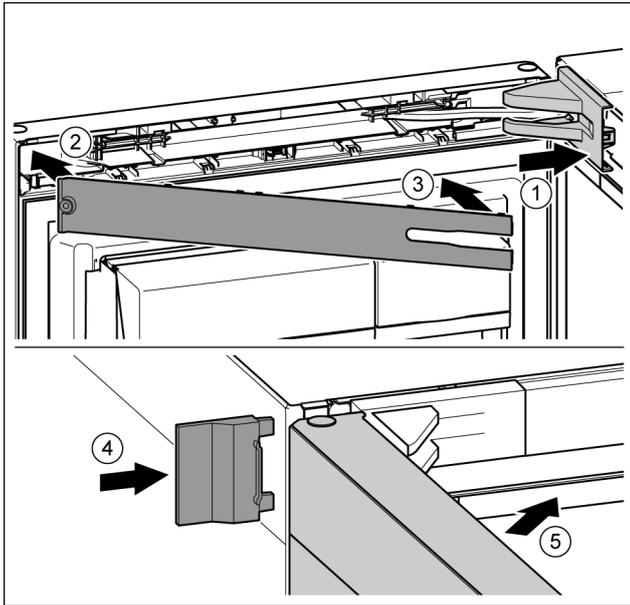

Fig. 23
- ▶ Applicare la copertura del blocco di supporto e inserirla a scatto, se necessario allontanarla con attenzione. Fig. 23 (1)
- ▶ Applicare la mascherina. Fig. 23 (2)
- ▶ Orientare verso l'interno la mascherina e innestare. Fig. 23 (3)
- ▶ Inserire spingendo la copertura esterna. Fig. 23 (4)
- ▶ Chiudere la porta superiore. Fig. 23 (5)